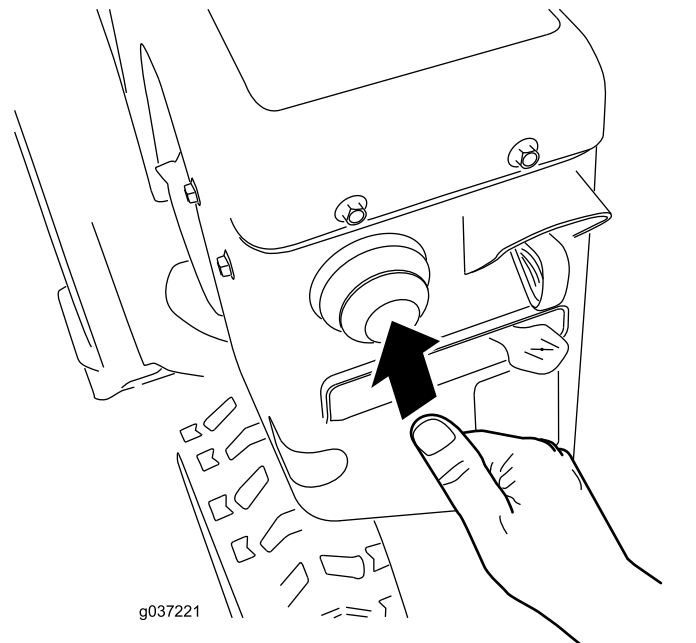

Figure 17
4. Appuyez fermement sur l'amorceur avec le pouce comme indiqué dans le tableau ci-dessous, en marquant une pause d'une seconde chaque fois (Figure 17).